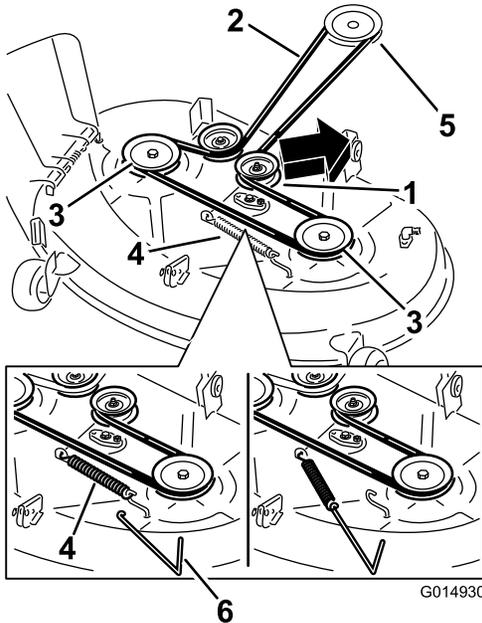
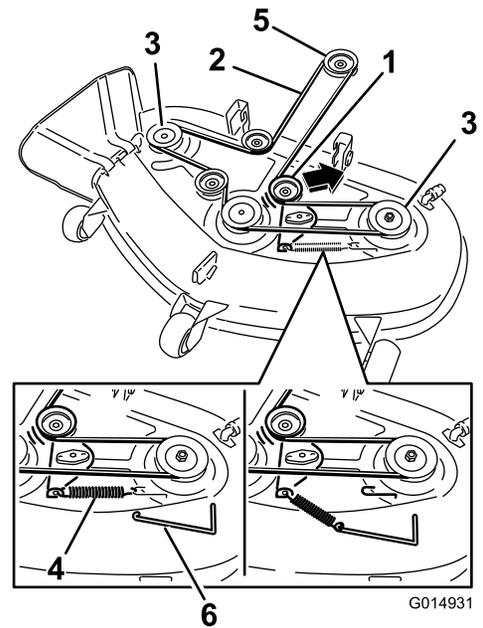

Bild 72
Bild 73
- Entfernen Sie die Spannscheibenfeder mit einem Werkzeug zur Federentfernung (Toro Bestellnummer 92-5771) vom Mähwerkhaken, um die Spannung von der Spannscheibe zu nehmen, und rollen Sie den Riemen von den Spannscheiben (Bild 72 und Bild 73).
- Verlegen Sie den neuen Riemen um die Motor- und Mähwerkriemenscheiben (Bild 73).
- Setzen Sie die Spannscheibenfeder mit einem Werkzeug zur Federentfernung auf den Mähwerkhaken, um die Spannscheibe und den Mähwerkriemen zu spannen (Bild 72 und Bild 73).